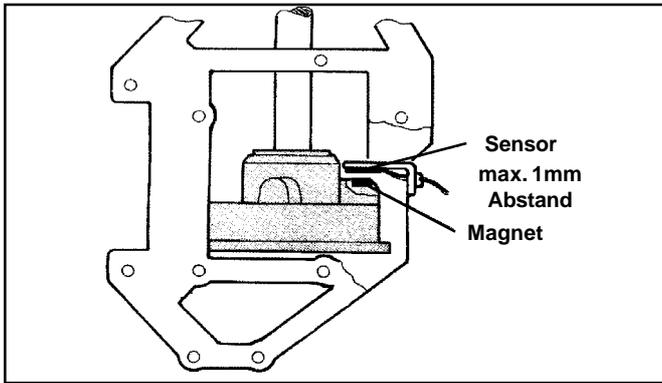

Abbildung 3: Einbau des Sensors
- Kleben Sie den Sensor an eine geeignete Stelle der Mechanik, wie in Abbildung 3 (auf Seite 2) gezeigt. Als Kleber geeignet sind ZACKI, Zweikomponentenkleber, Kontaktkleber o.ä. Beachten Sie bitte: Der Abstand zwischen den Magneten und dem Sensor darf maximal 1mm betragen.